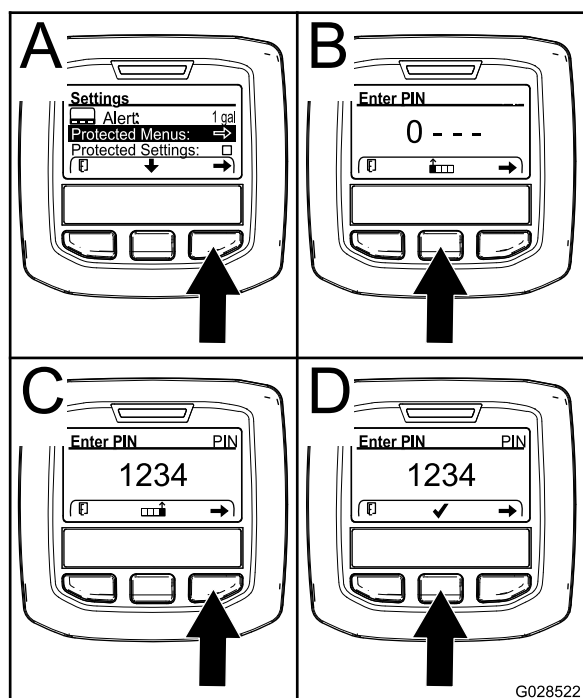

Рисунок 28
2. В меню SETTINGS (Настройки) с помощью средней кнопки прокрутите меню вниз к пункту PROTECTED MENU (Защищенное меню), и нажмите правую кнопку (Рисунок 28А).
3. Чтобы ввести ПИН-код, нажмите среднюю кнопку и удерживайте ее в нажатом положении до появления первой цифры, затем нажмите правую кнопку, чтобы перейти на следующую цифру (Рисунок 28В и Рисунок 28С). Повторяйте этот пункт до тех пор, пока не будет введена последняя цифра, затем нажмите правую кнопку еще раз.